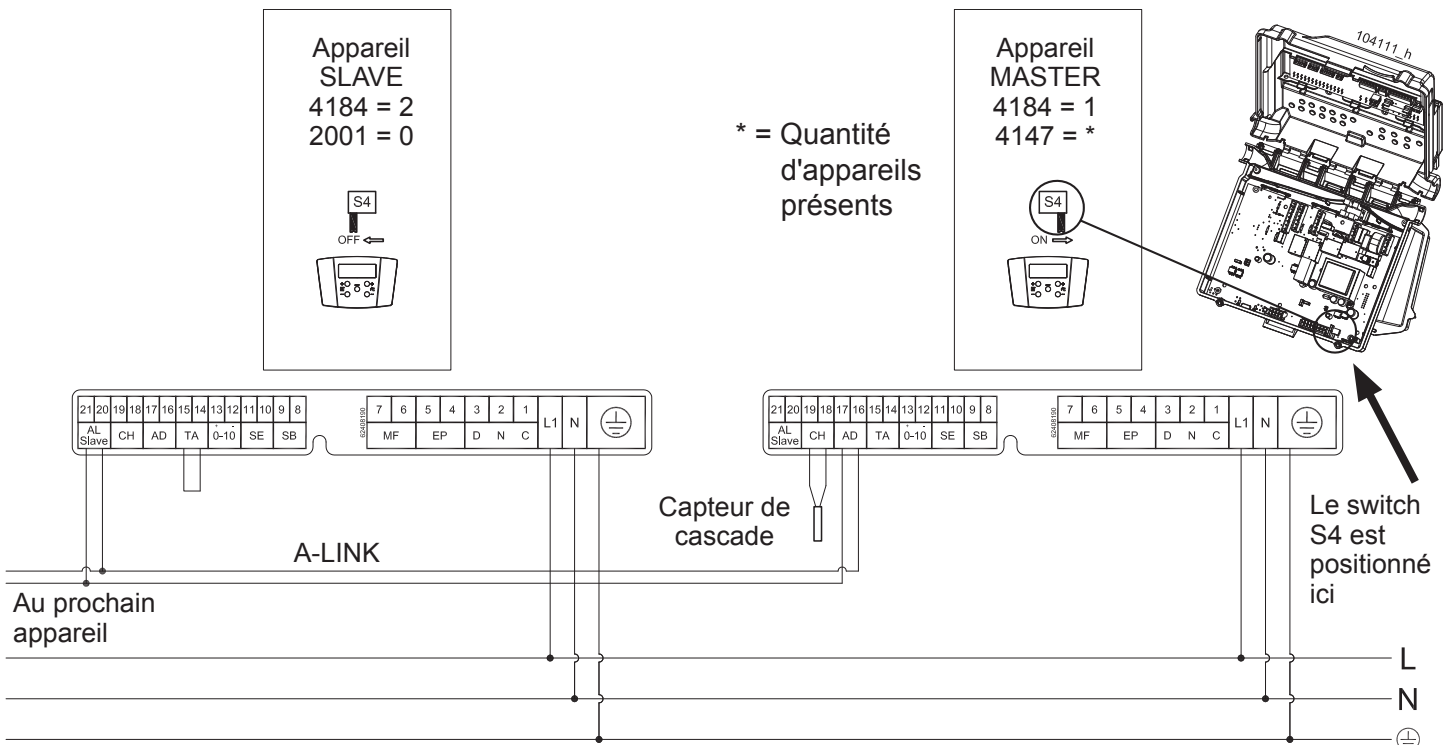

Figure 5-13 - Schéma de branchement électrique des appareils en cascade
- 2 - Effectuer l'installation électrique comme sur la Figure 5-13 ;
4 - En restant sur l'appareil « Master », contrôler que le Switch « S4 » est sur ON (Voir Figure 5-13) ;
6 - En restant sur l'appareil « Slave », déplacer le Switch « S4 » sur OFF (Voir Figure 5-13) ;